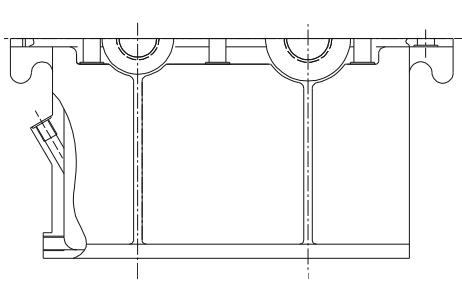

图 8-3-20
STEP 23 对放油孔、探油孔、螺栓孔等要表达清楚它的内部结构的地方要以剖视图来表示。和箱盖一样，在箱体上要剖切的地方画上样条曲线。在对放油孔的剖切时，必将对箱体的底座进行了部分剖切，因此箱体的内腔也跟着要表示出来；由于放油孔是和内腔底部同一线上的，因此可以在画上了样条曲线后，用延伸工具把放油孔的下边线延伸到样条曲线上即可，同时把多余的底座线剪切掉。对应于箱盖，在箱体的左边还应有一个定位销孔要剖切。最后效果如图 8-3-20 所示。